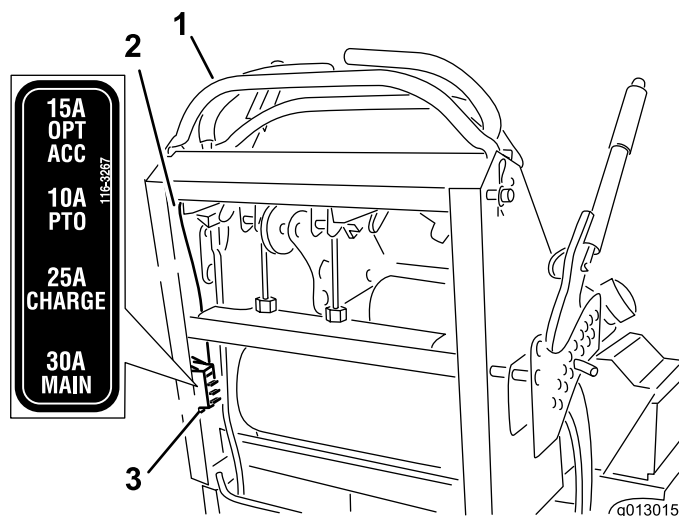

Figure 53
- Tirez le fusible pour le sortir et le remplacer (Figure 53).